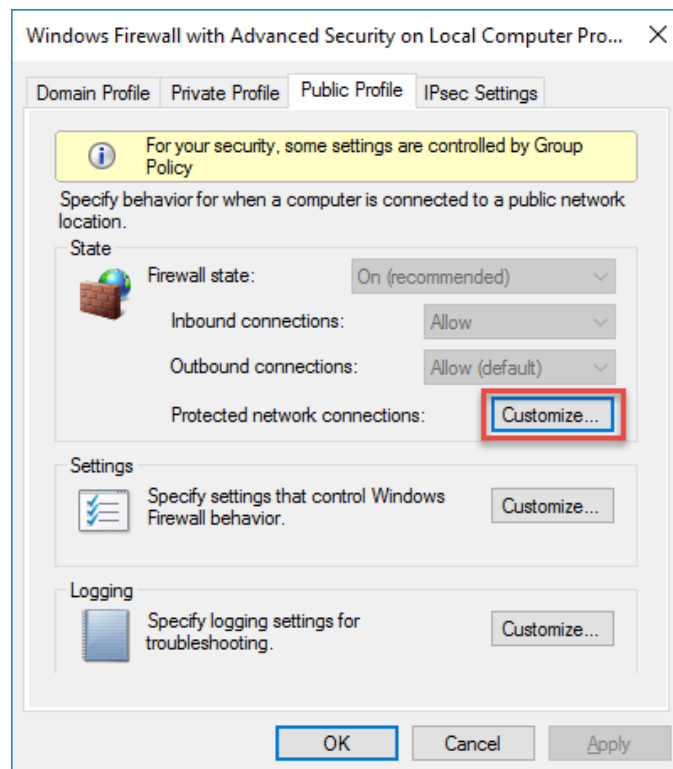
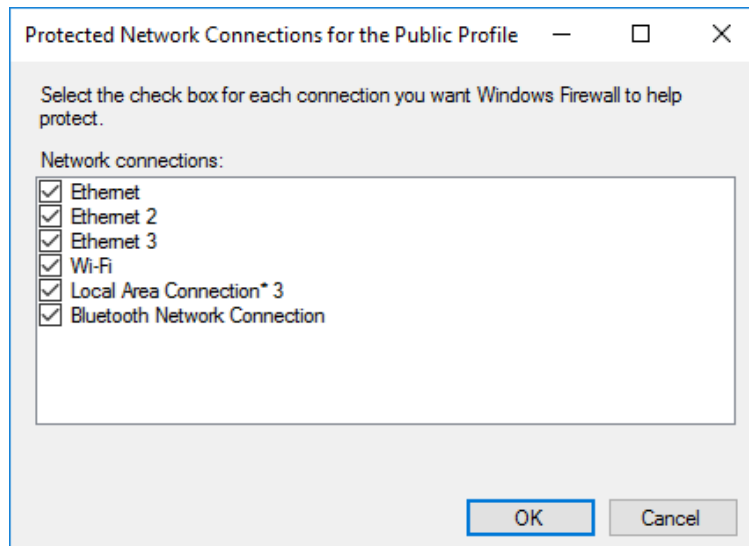

Abbildung 124: Windows Firewall Eigenschaftem
Abbildung 125: Fenster Protected Network Connections
4. Klicken Sie auf **Customize** um das Fenster **Protected Network Connections for the Public Profile** zu öffnen. In dem Fenster werden alle Verbindungen aufgeführt, für die die Firewall aktiv ist. (siehe Abbildung 124 und Abbildung 125).